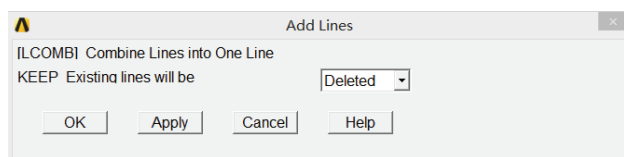

图 5-158 线段相加操作属性设置对话框
7) 选择 Main Menu | Preprocessor | Modeling | Operate | Booleans | Add | Lines 命令, 出现 Add Lines 拾取菜单, 在输入栏中输入 9, 10, 单击 OK 按钮, 出现 Add Lines 对话框, 在 KEEP Existing lines will be 下拉选框中选择 Deleted, 如图 5-158 所示, 单击 OK 按钮关闭该对话框。